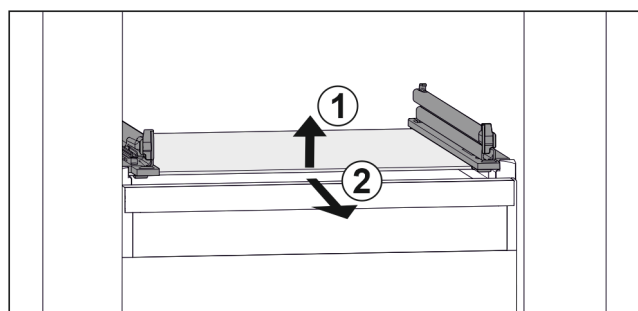

Fig. 76 Exemple de représentation de la tablette en verre
- ▶ Soulever la tablette en verre par l'avant. Fig. 76 (1)
- ▶ Retirer la tablette en verre par l'avant. Fig. 76 (2)